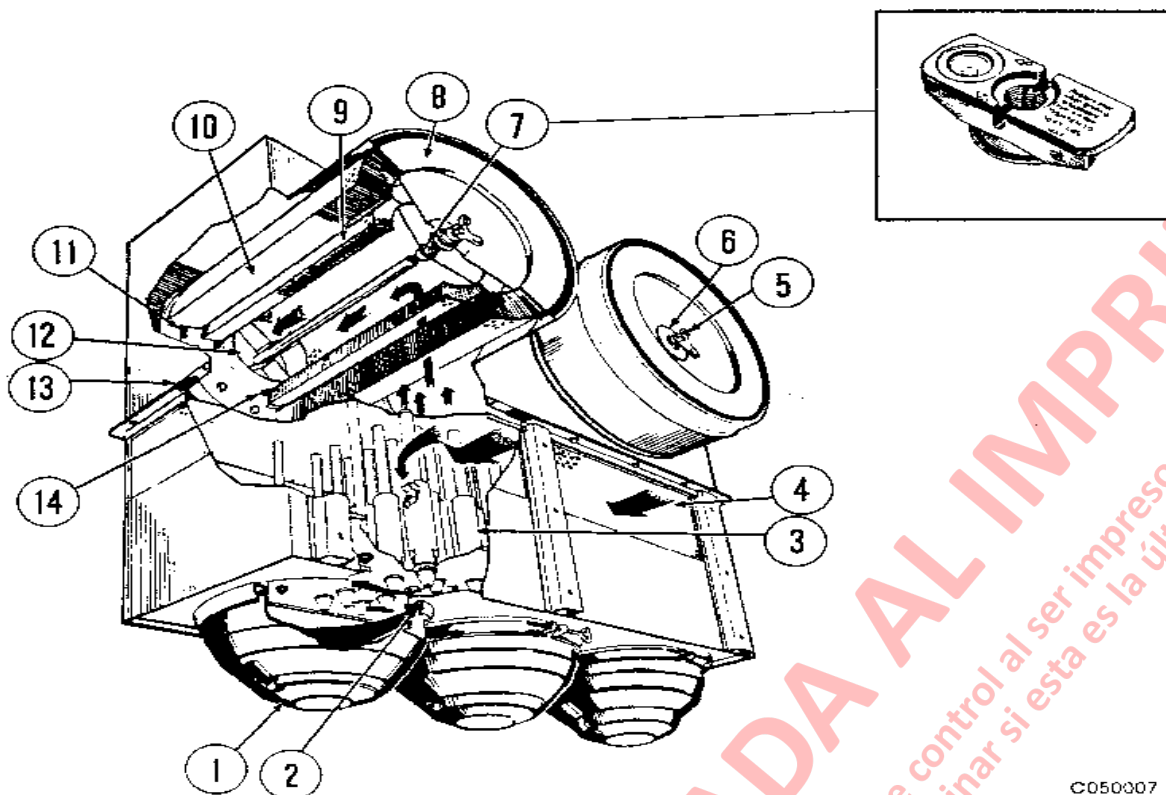

FIGURA 5-2. CONJUNTO DEL LIMPIADOR DE AIRE
2. Suelte la tuerca de mariposa grande (5, Figura 5-2) del limpiador de aire para liberar el conjunto del elemento principal (10). Saque el elemento principal.
3. Inspeccione el elemento del filtro cuidadosamente para ver si está dañado, si está perforado, roto, etc., lo cual podría afectar la reutilización del elemento. Si el elemento parece servible, fuera de estar sucio, realice el procedimiento de limpieza. Si se encuentran defectos, el conjunto de la tuerca de mariposa (5) debe ser retirado del conjunto del elemento e instalado en un nuevo elemento de filtro.
4. Revise la tuerca (7) del indicador del elemento de filtro de seguridad (secundario). Si aparece un área de color rojo se debe cambiar el filtro de seguridad. Si el centro es verde, el elemento de seguridad no requiere servicio.